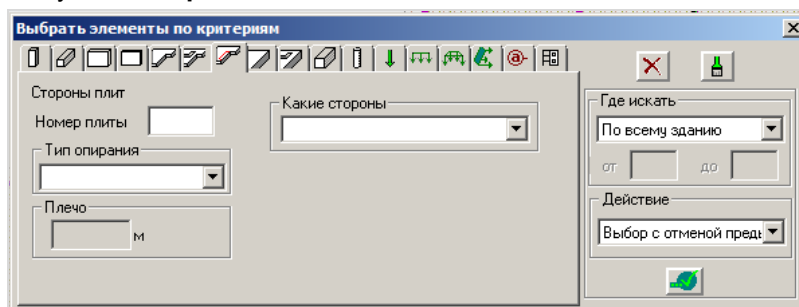

Рис. 10.2.4. Окно диалога **Выбрать элементы по критериям** (закладка **Стороны плит**)
- щелкните на закладке **Стороны плит**  (рис.10.2.4);